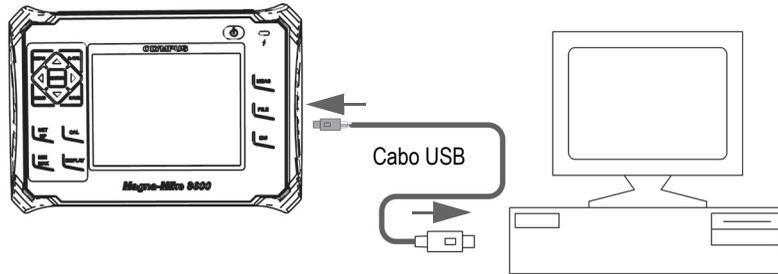

Figura 8-2 Conexão do Magna-Mike 8600 a um computador
7. Conecte uma extremidade de um cabo USB ao conector USB cliente atrás da porta de E/S do Magna-Mike 8600 e a outra extremidade a uma porta USB do computador (ver a Figura 8-2 na página 149).